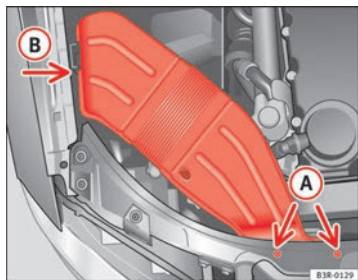

Abb. 204 Luftführungshutze an rechter Fahrzeugseite
- Drehen Sie die Schrauben (A) ⇒ Abb. 204 heraus.
- Ziehen Sie die Luftführungshutze aus der Führung (B) und nehmen Sie diese heraus. ■